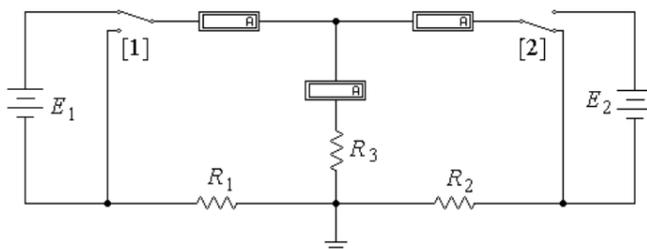

Рис. 1.1
В работе используется двухконтурная схема, показанная на рис. 1.1. Значения ЭДС источников постоянного напряжения и сопротивлений в исходной схеме задаются согласно табл. 1.1 (номер варианта указывает преподаватель). В процессе работы значение E_1 придется изменить в соответствии с программой.
5. В чем сущность принципа наложения и как его проверить на примере цепи рис.1.1?